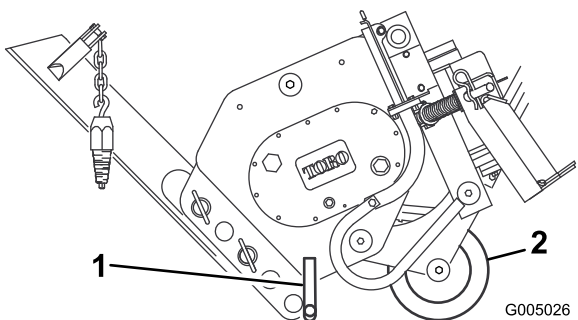

Figura 8
3. Gire la cuchilla hacia arriba y sujétela según se muestra en Figura 8.
4. Incline el arado hacia adelante y bájelo al suelo o sobre el remolque, con el soporte y la cuchilla circular soportando el peso del mismo (Figura 8).